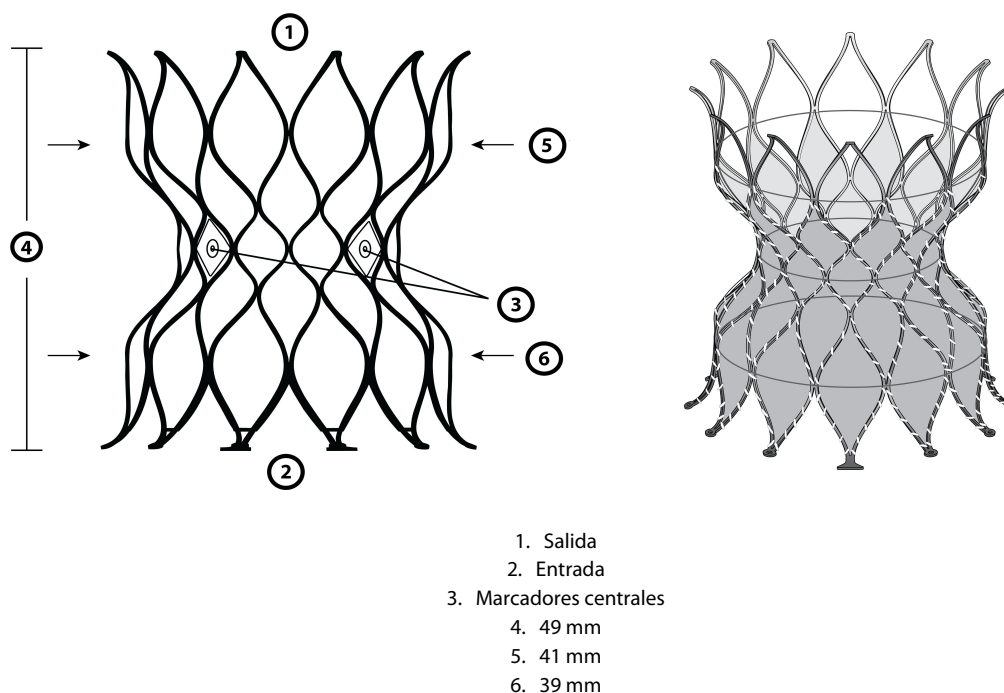

Figura 1: Endoprótesis adaptativa previa Edwards Alterra
• Endoprótesis adaptativa previa Edwards Alterra (Figura 1)